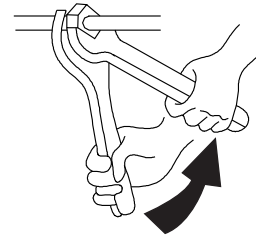

Рис.4.4
- (2) Як показано на рис. 4.4, закрутіть гайки за допомогою 2 ключів.